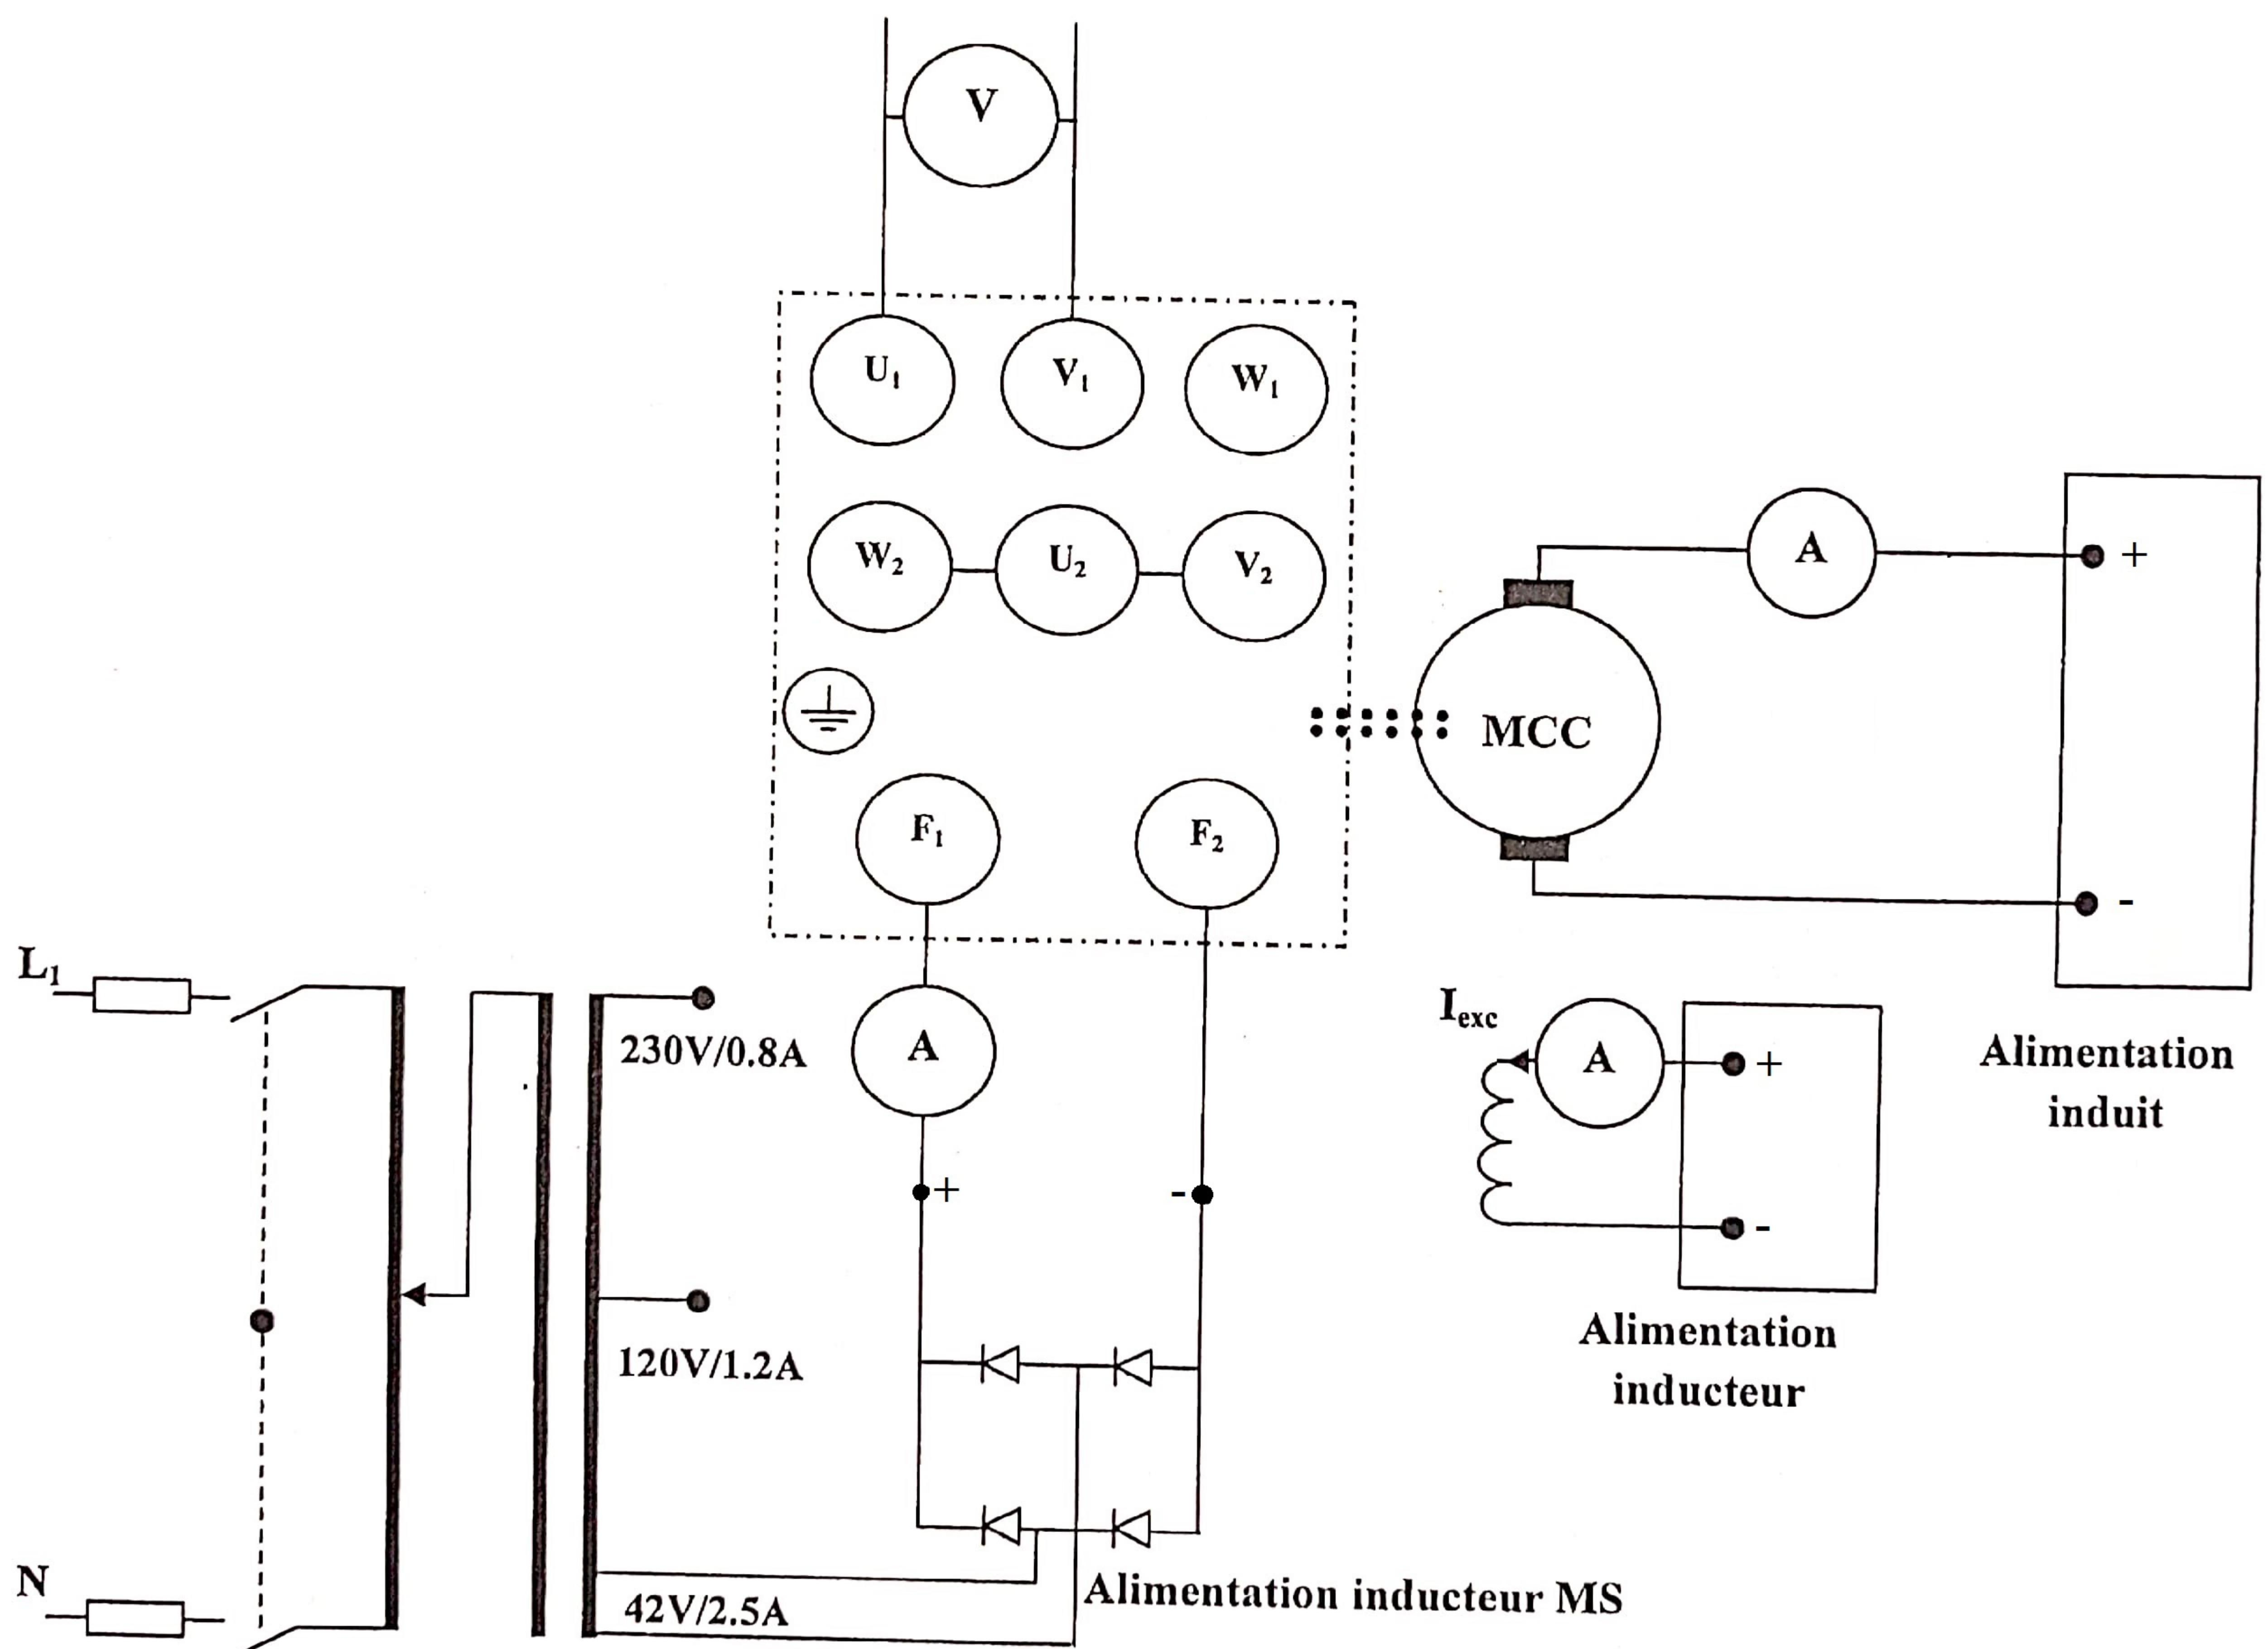

Fig. 6 : Montage de l'essai à vide
- ✓ Exécuter le montage de la figure. 6